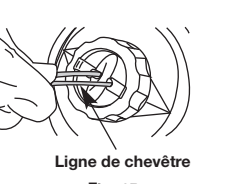

Fig. 15
2. Utilisant 16 pi (4.8 m) de 2,41 mm (0,095 po.) ligne poussée de rechange les deux extrémités de la ligne par les trous dans le bouton de bosse jusqu'à ce qu'ils dépassent par les oeillets des deux côtés de la tête de découpage. Continuez de tirer la ligne jusqu'à ce qu'approximativement 8 pi (2.4 m) est évident des deux côtés de la tête de découpage. (Fig. 15)